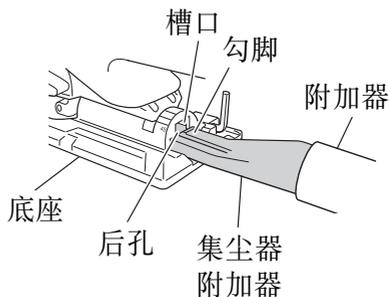

图 22
- (5) 将清洁器插入底座的后孔直至勾脚插入槽口。（图 22）
- (6) 按住勾脚以取下集尘附加器。